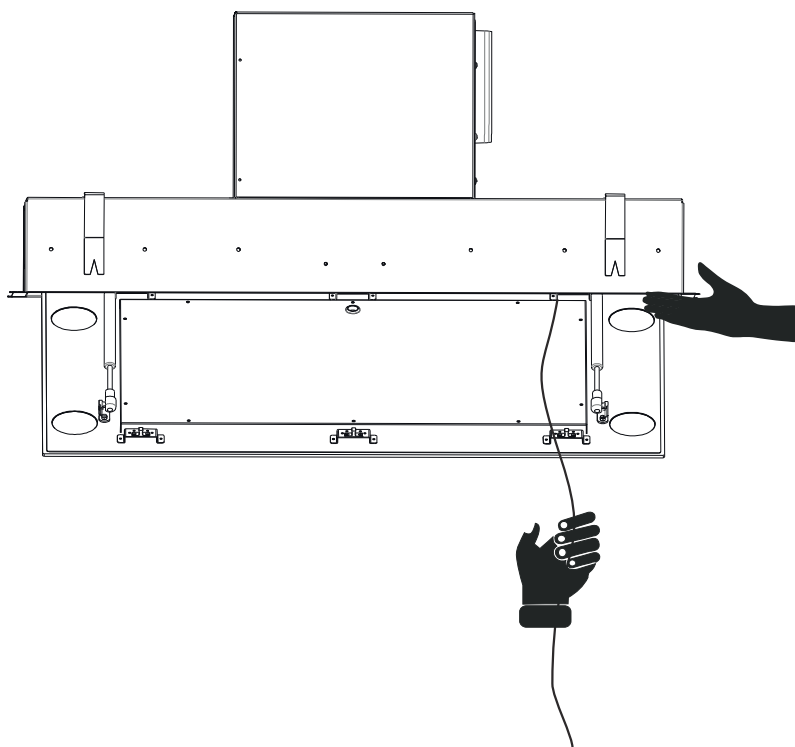

Fig. 22
7. ➡ For at hæve emhætten ved brug af stålwire; løft emhætten med en hånd på den korte side og træk nu i stålwirene en efter en. Gør nu dette på skift på emhættens korte sider. For hver gang der trækkes i stålwirene, låser sikkerhedslåsen stålwiren fast (Fig. 22).